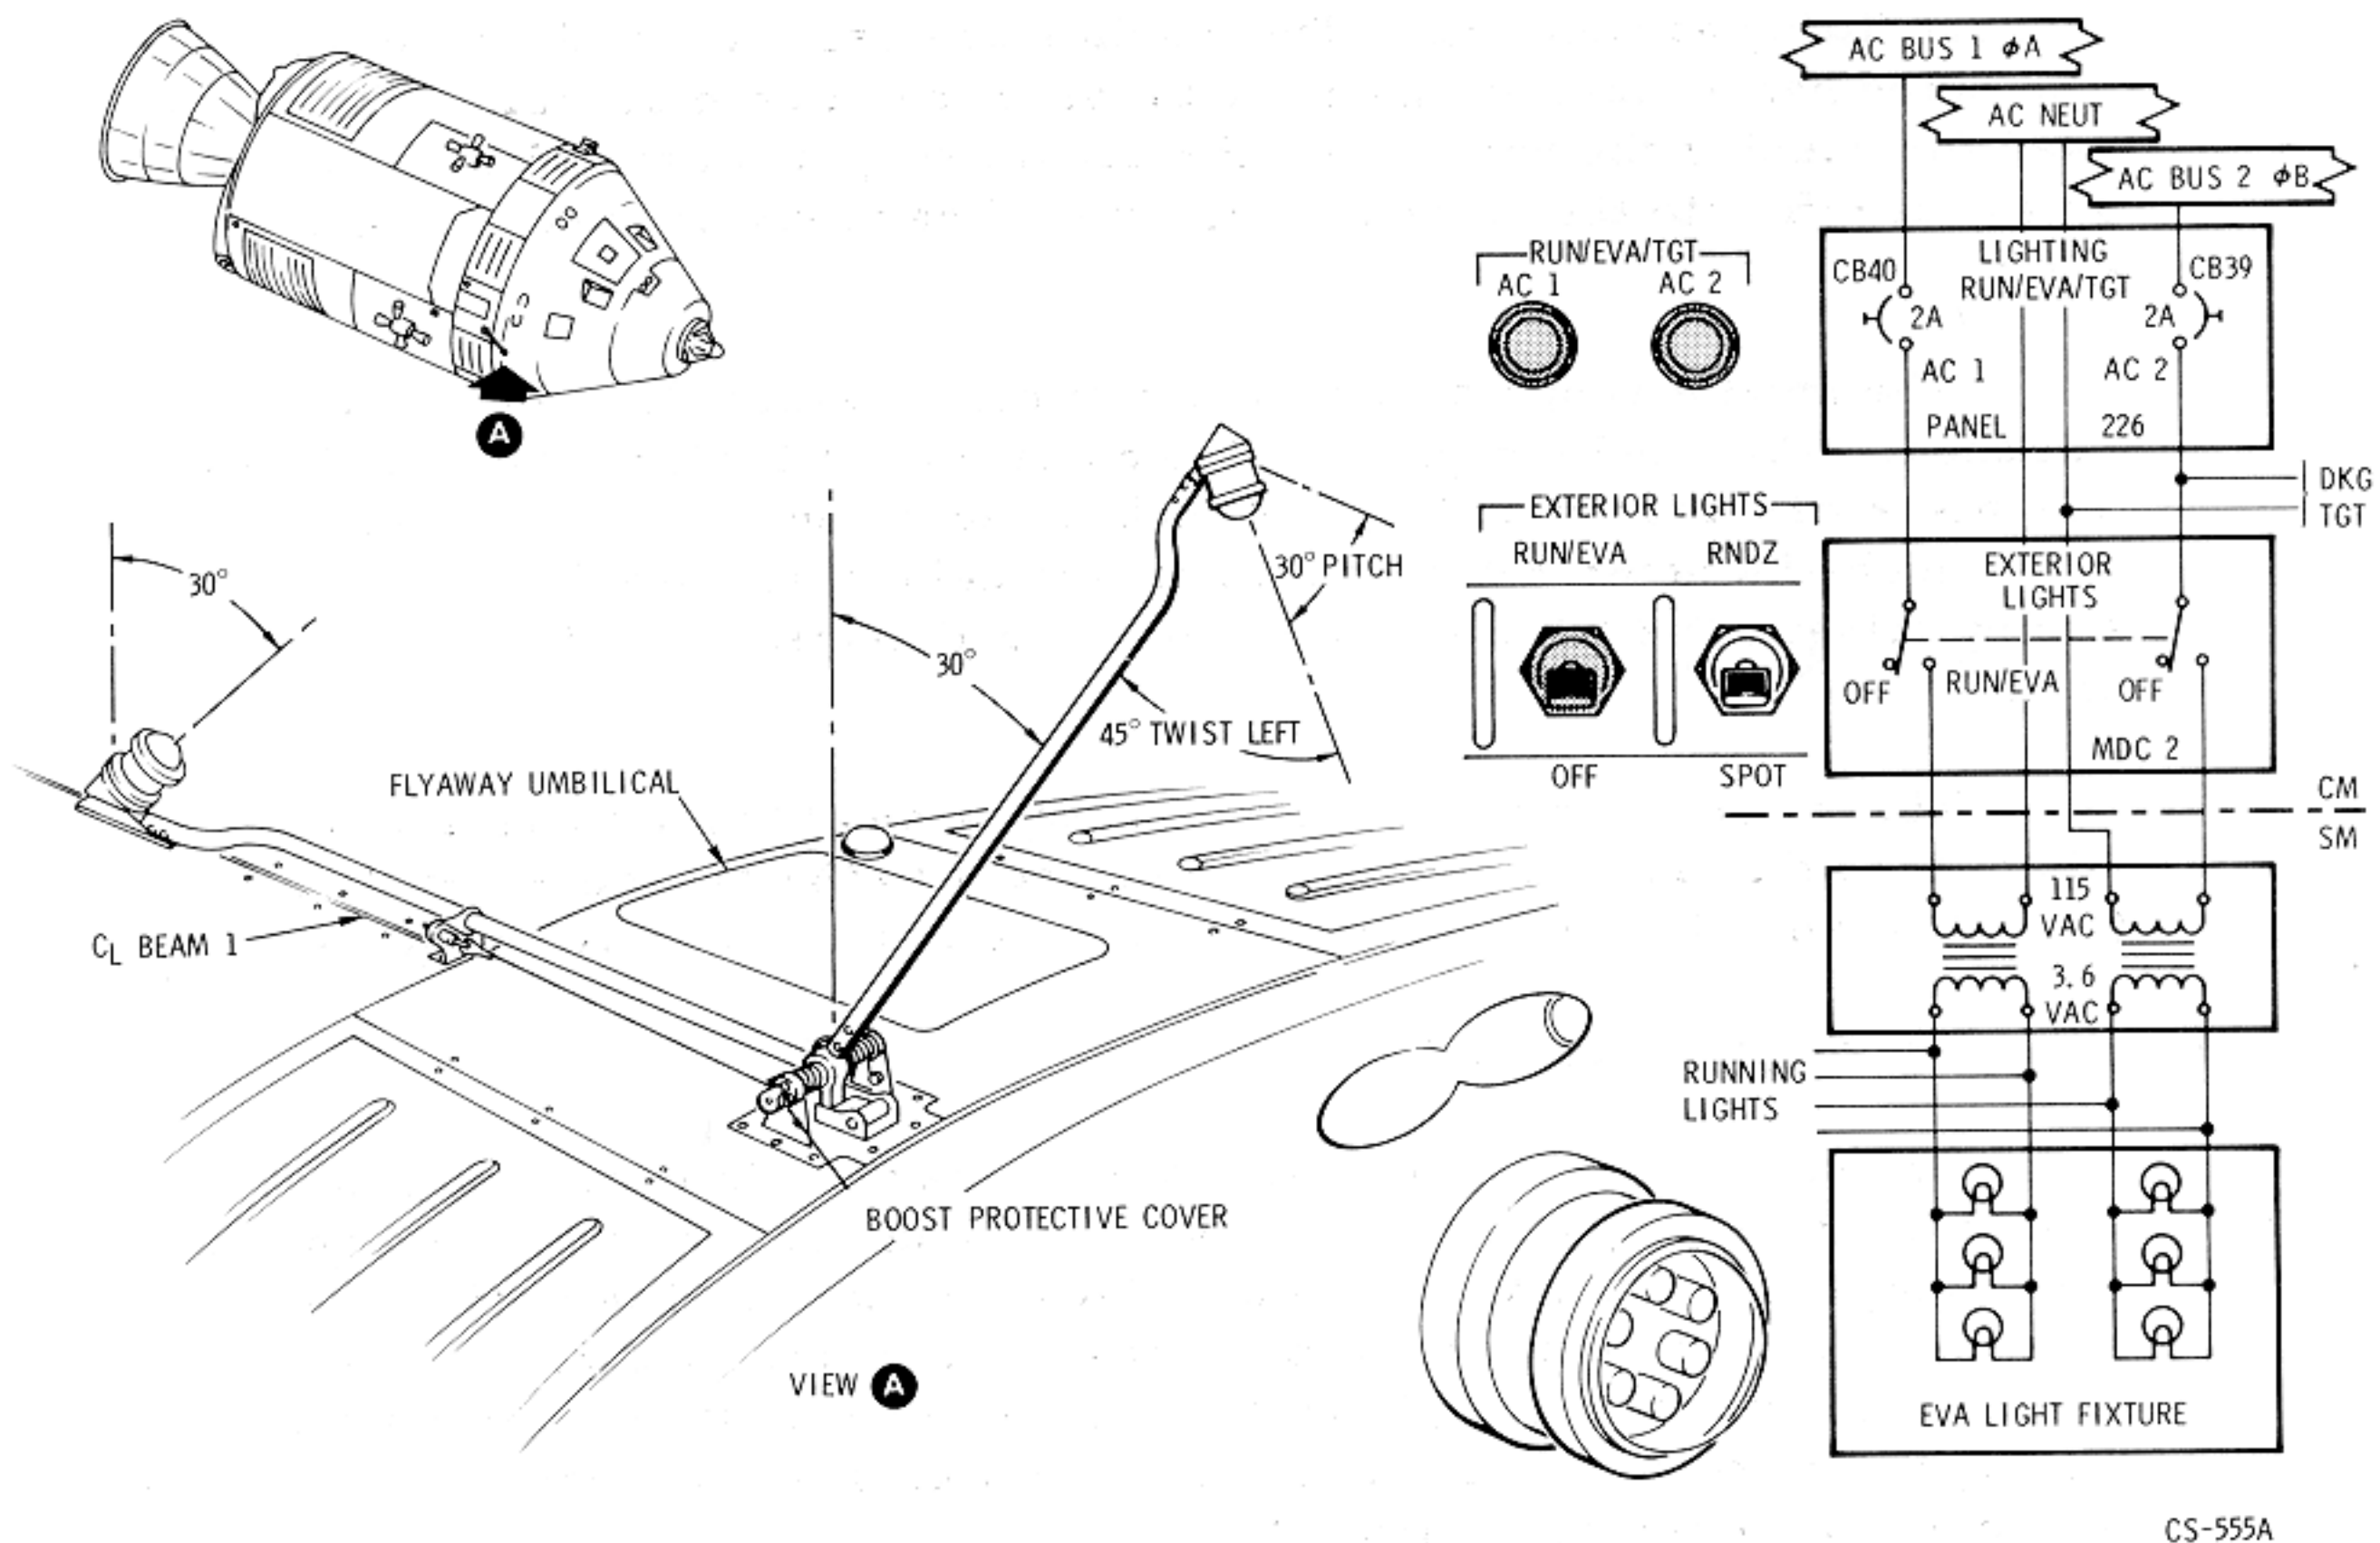

Figure 2.12-28. EVA Floodlight
2.12.4.2.4 EVA Floodlight (Figure 2.12-28).